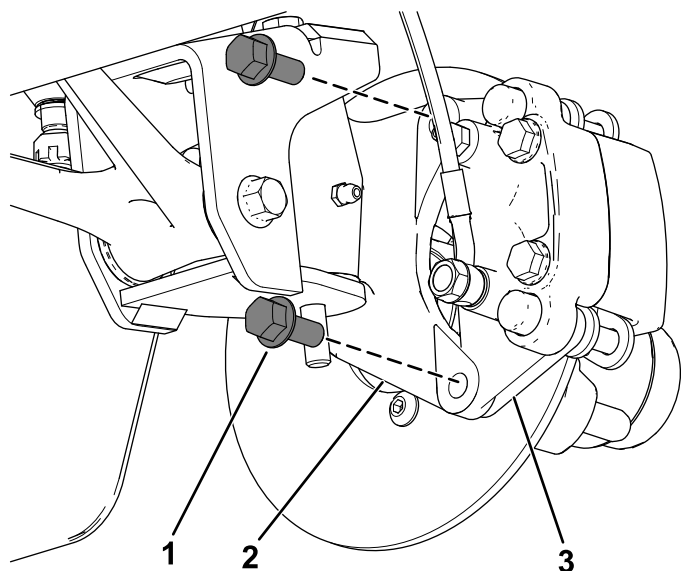
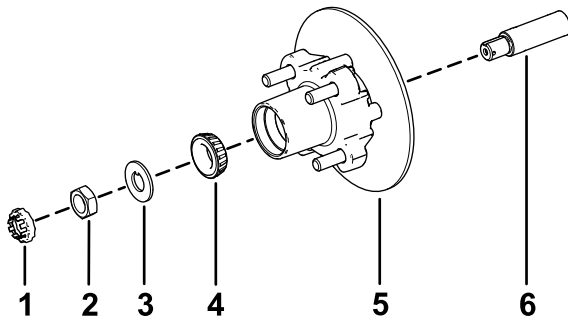

Bild 35
Bild 39
3. Entfernen Sie die Bundkopfschrauben ($\frac{3}{8}$ " x $\frac{3}{4}$ "), mit denen die Halterung für die Bremse an der Spindel befestigt ist, und nehmen die Bremse von der Spindel ab (Bild 35).
1. Fetten Sie die Spindel leicht mit der angegebenen Fettsorte ein (**Bild 39**).
2. Montieren Sie die Radnabe und den Drehzylinder an der Spindel mit dem Drehzylinder innen (**Bild 39**).
3. Montieren Sie das Außenlager an der Spindel und setzen das Lager auf den äußeren Lagerring (**Bild 39**).
4. Legen Sie die Nasenscheibe auf die Spindel (**Bild 39**).
5. Schrauben Sie die Spindelmutter auf die Spindel und ziehen Sie die Mutter auf ein Drehmoment von 15 N·m an, während Sie die Radnabe drehen um das Lager zu fixieren (**Bild 39**).
2. Fluchten Sie die Bremsbeläge mit jeder Seite des Drehzylinders (**Bild 35**) und die Löcher in der Bremsbackenhalterung mit den Löchern im Bremsenhalter des Spindelrahmens aus (**Bild 39**).
3. Befestigen Sie den Bremsbackenhalterung mit den beiden Bundkopfschrauben ($\frac{3}{8}$ " x $\frac{3}{4}$ "") am Spindelrahmen (**Bild 35**).